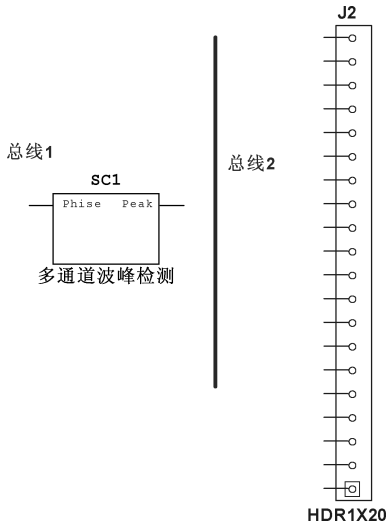

图 5-94 添加总线
2) 选择菜单栏中的“绘制”→“总线”命令，或右键单击选择“在原理图上绘制”→“总线”命令，或按快捷键〈Ctrl〉+〈U〉，此时光标变成实心圆形状，放置总线，结果如图 5-94 所示。